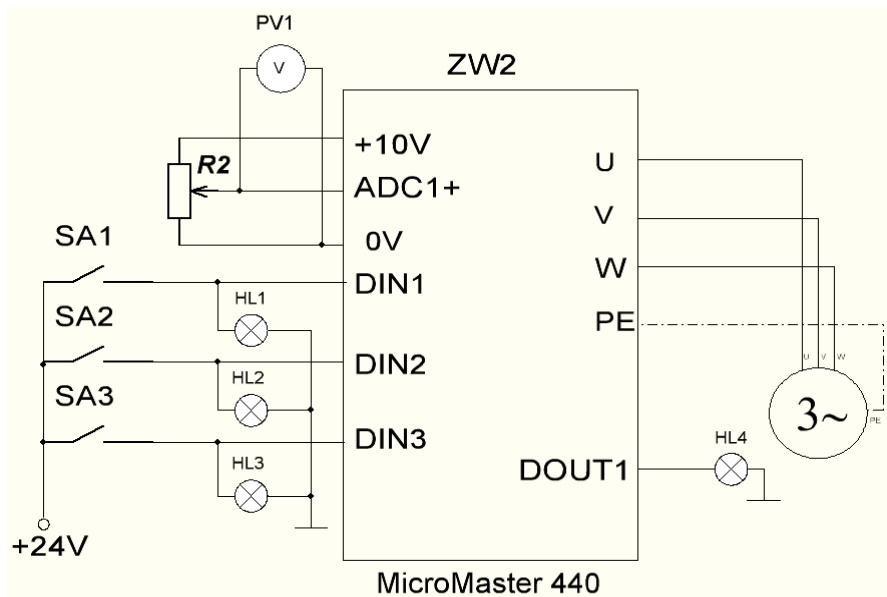

Рисунок 2.2 - Спрощена принципова схема стенду
2. Відповідно до завдання змінити заготівку таблиці комутацій, використовуючи програму Microsoft Excel згідно спрощеної принципової схеми (рис.2.2).